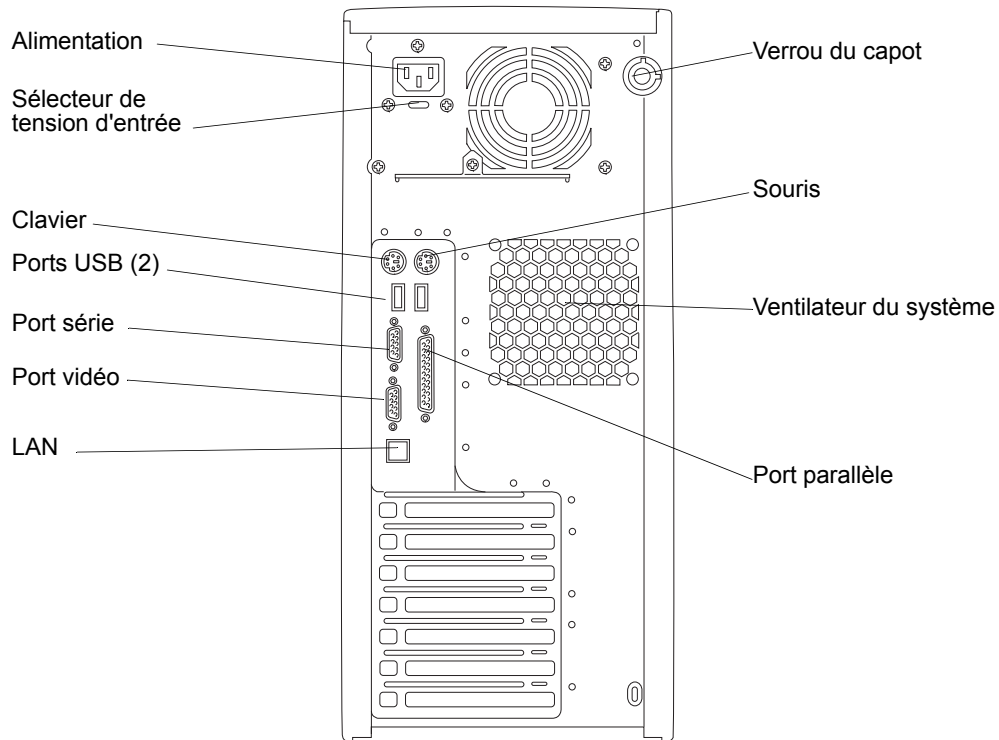

Figure 3-24. Ports du panneau arrière
1. Placez le moniteur, le clavier et la souris à proximité de hp server et connectez ces périphériques au serveur à l'aide des connecteurs situés à l'arrière du châssis. Voir la Figure 3-24.